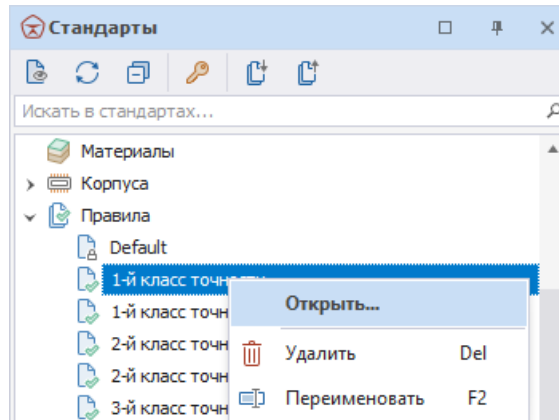

Рис. 99 Вызов редактора правил
2. Вызовите контекстное меню и выберите пункт «Открыть...» или дважды кликните по выбранному шаблону, Рис. 99.